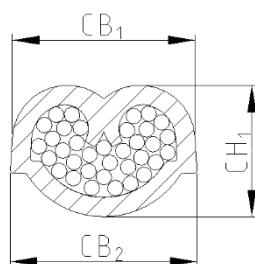

Figure 12 / Abbildung 12
**** New crimp design (see figure 12) to meet new requirements of VW75174-2 2020-02 Slow Motion Bending Test
**** Neues Crimpdesign (siehe Abbildung 12) um die Anforderungen der VW75174-2 2020-02 Slow Motion Prüfung zu erfüllen